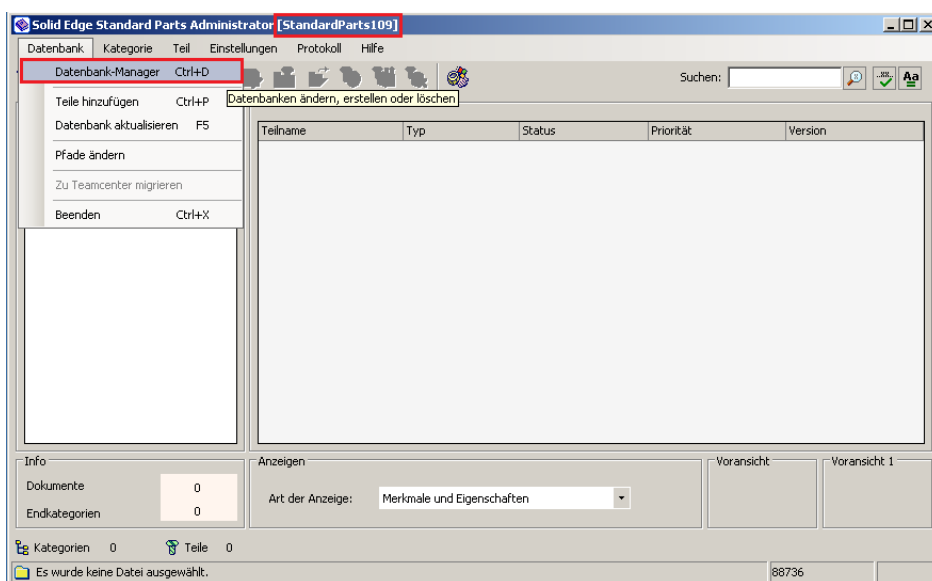

Abbildung 21
- 5.2. Stellen Sie sicher, dass die mit dem Konfigurationsassistenten erstellte Datenbank ausgewählt ist (Anzeige *StandardParts109* in der Titelzeile, Abb. 21) oder wählen Sie diese über den Datenbank-Manager aus.